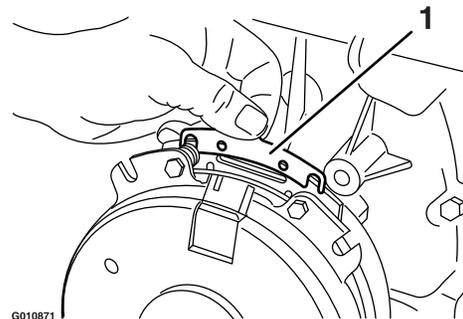

Figura 72
- B. Usando un alicata de punta fina, o a mano, sujete la pestaña y retire el suplemento (Figura 72).